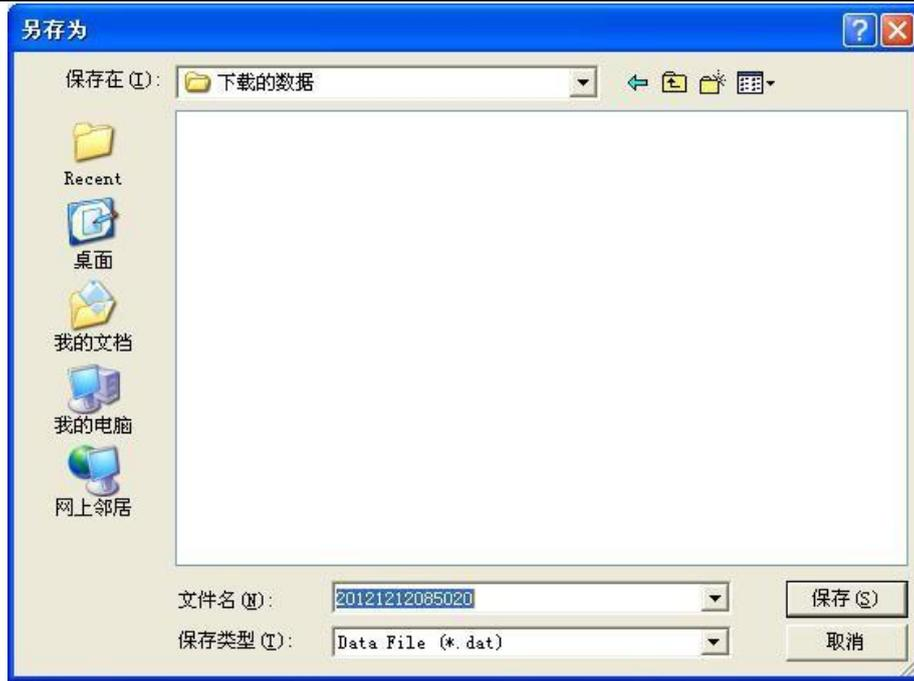

图 4.6 数据保存对话框
- 3 点击“下载数据”，弹出保存文件对话框，如图 4.6 所示。